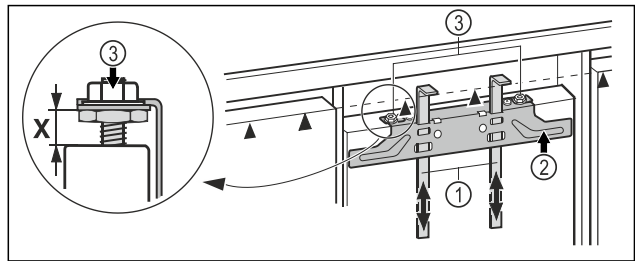

Fig. 44
- ▶ Избутайте помощните детайли за монтаж Fig. 44 (1) до височината на вратата на шкафа. Долен прилягащ ръб ▲ на помощния детайл = горен ръб на монтираната врата на шкафа.
- ▶ Завийте крепежната траверса Fig. 44 (2) с помощта на контрагайките Fig. 44 (3).